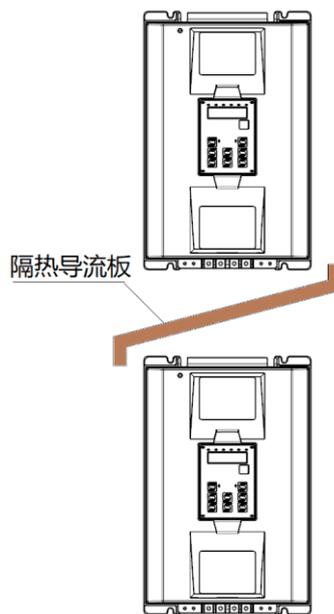

图 3.3 上下排安装要求
- 2) 请向上垂直安装伺服驱动器，便于热量向上散发。若柜内有多台伺服驱动器时，请并排安装。在需上下排安装の場合，请参考图 3.3，安装隔热导流板。